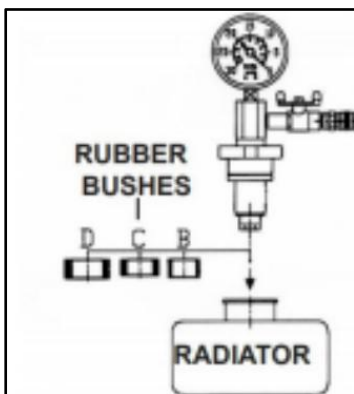

FIG.1
3. 2 Plaats het onderdeel met behulp van een geschikte bus (fig. 1) in de vulhals van de radiator (of expansievat, indien gemonteerd).